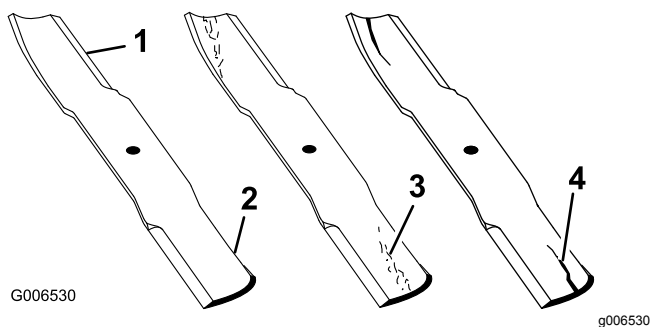

Figure 95
1. Examinez le tranchant des lames (Figure 95). Si les lames coupent mal ou présentent des indentations, déposez-les et aiguisiez-les; voir Aiguisage des lames.
2. Inspectez les lames, et plus particulièrement l'ailette (Figure 95). Remplacez immédiatement toute lame endommagée, usée ou qui présente une entaille (Figure 95).